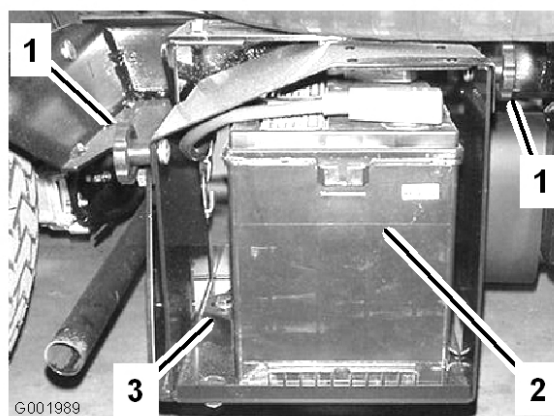

図 51
2. バッテリー・ボックスのノブ(図 51)をゆるめ、カバーを外す。
5. バッテリー・リテーナと固定金具を外す（図 51）。
2. バッテリー押さえを元通りに取り付ける（図 51）。
4. バッテリーカバーを元どおりに取り付けノブで固定する（図 51）。
1. バッテリー・ボックスのノブ（図 51）をゆるめ、カバーを外す。